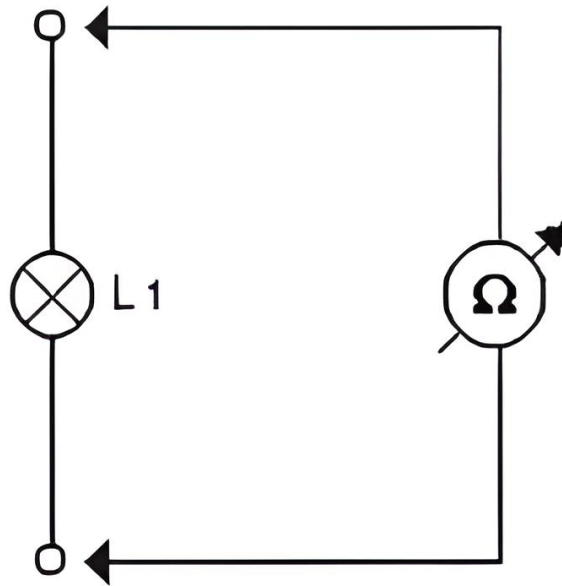

Figura 2.2
10. Estudie el circuito de la figura 2.2, que usaremos para medir resistencia.
11. Conecte el DMM para medir la resistencia de la lámpara, como se muestra en la figura 2.2.